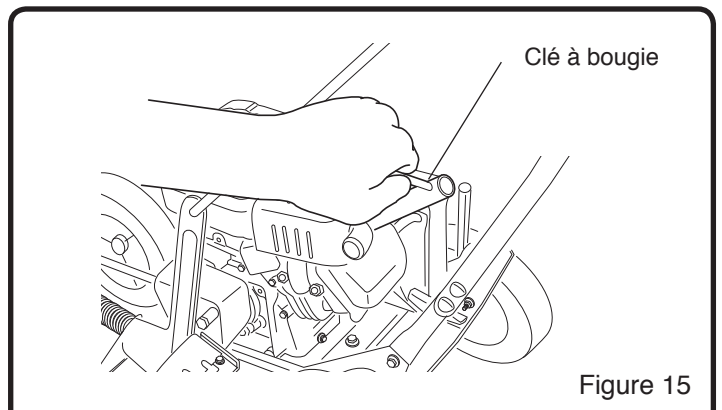

Figure 15
2. Débranchez le câble d'allumage de la bougie d'allumage. Retirez la bougie d'allumage (Voir Figure 15).
6. Insérez à nouveau la bougie d'allumage et serrez-la à l'aide d'une clé et tige à bougie. (Voir la Figure 15)